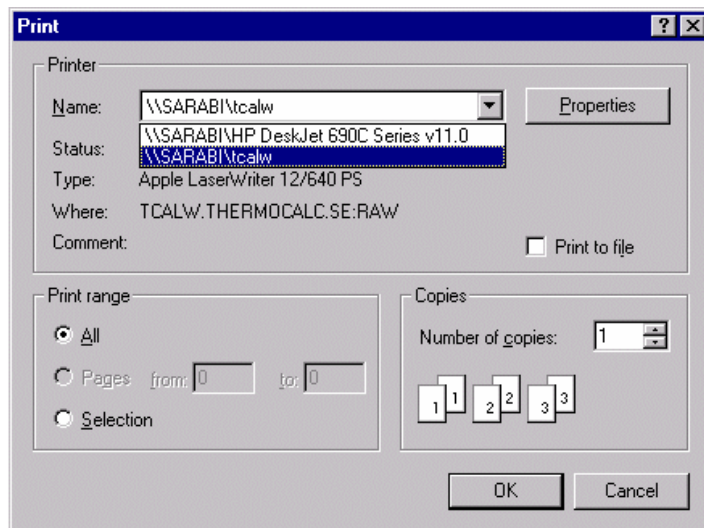

图 9.12. “Print”窗口：相连打印机及特性的选择.
**随后窗口:** 在这个命令之后，屏幕上将会弹出一个 **Print** 窗口（如 图 9.12 所示），其中用户可以选择想要的相连打印机，如果愿意的话，用户还可以改变打印设置。